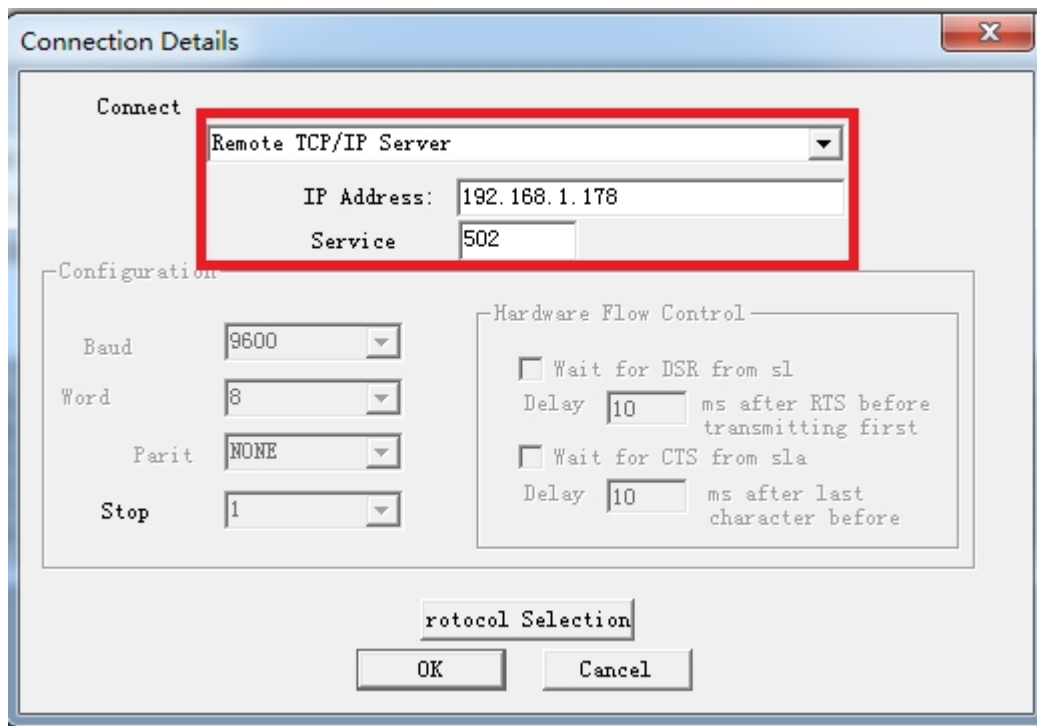

图 1
2. 选择菜单 Connection/Connect, 选择 Remote TCP/IP Server, 输入模块的 IP 地址, Service 端口为 502; 点击[OK]按钮, 如图 1 所示。